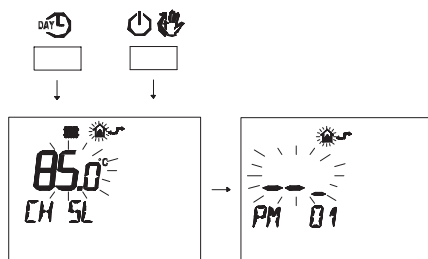

Figura 5.26
- Premere contemporaneamente i pulsanti DAY e ON/OFF per entrare nella programmazione trasparente (Figura 5.26).